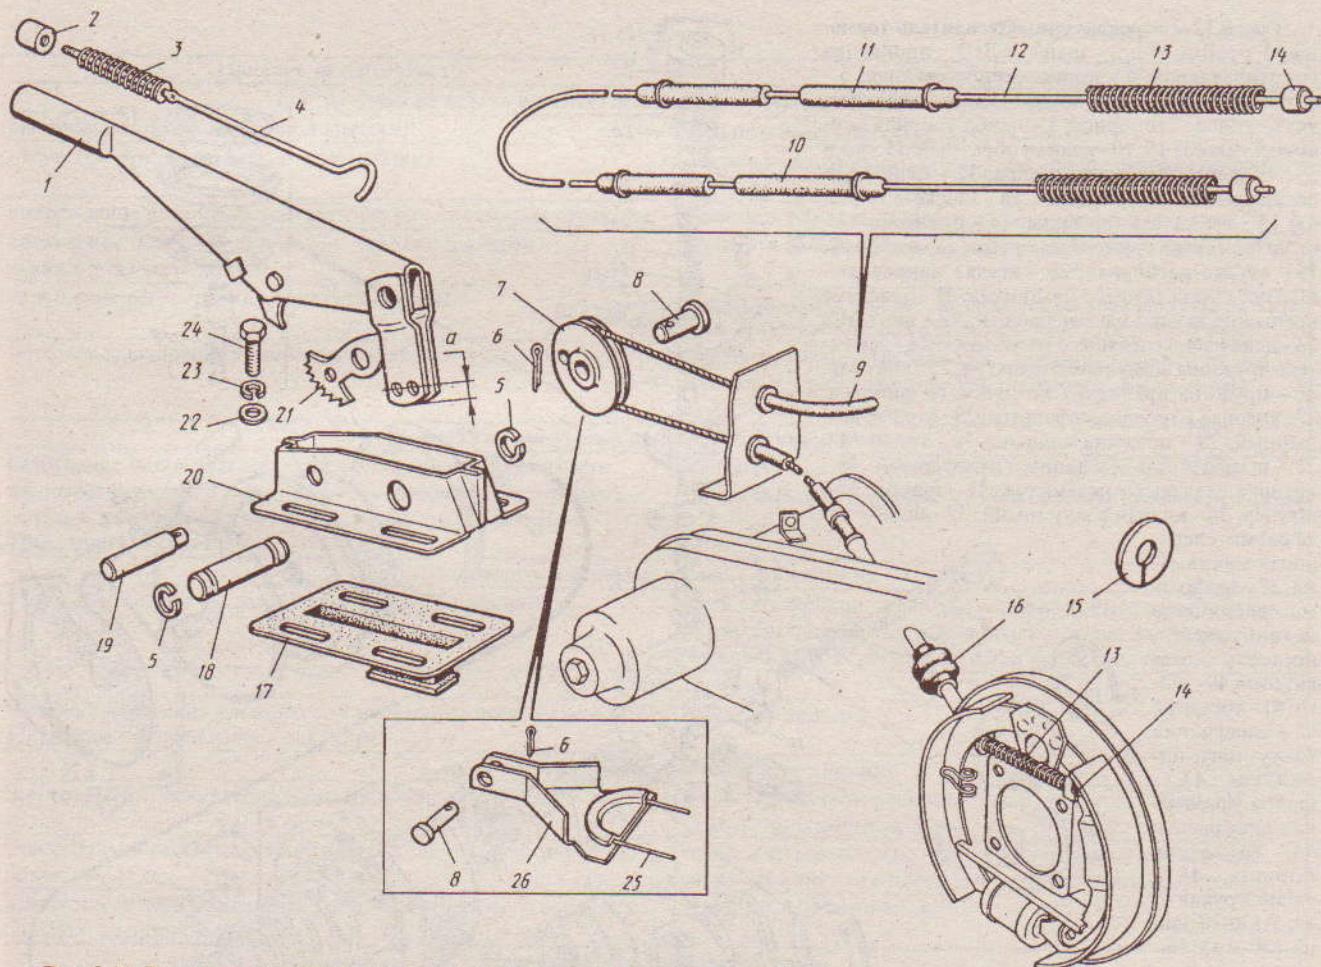

Рис. 8.11. Рычаг и трос привода стояночного тормоза: 1 - рычаг в сборе; 2 - кнопка рычага;
- ✓ отпустить болты 24 (рис. 8.11) крепления кронштейна 20 к кузову, сдвинуть кронштейн в крайнее положение, ослабив натяжение троса;